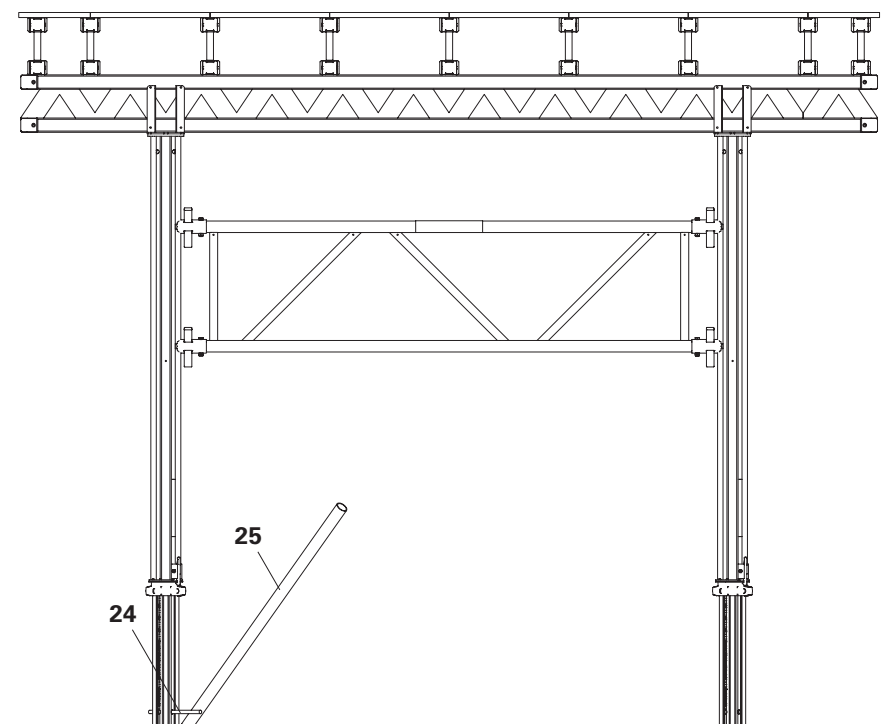

Fig. B3.02
2. Spostare il tavolo per solai con un secondo ferro di armatura  $\varnothing$  16 mm (**24**) o una barra (**25**). (Fig. B3.02)